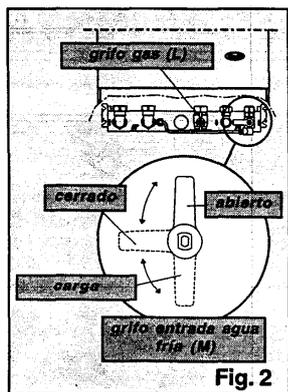

Fig. 2
- Abrir el grifo del gas (L) situado debajo de la caldera (fig. 2), girando el mando amarillo en sentido contrario a las agujas del reloj
- Colocar el selector de función (C) en invierno (B) o verano (D), según el tipo de funcionamiento elegido.
Para activar el funcionamiento es necesario que el grifo de entrada agua fría (M) (fig. 2) esté abierto, que el termostato ambiente (si está instalado) esté encendido y regulado a una temperatura superior a la del local donde está instalado para permitir a la caldera que se ponga en marcha.
**Indicador amarillo fijo (A) + Indicador rojo fijo (G):** falta de agua en la instalación con bloqueo de la caldera. Para reactivar el funcionamiento, colocar la palanca del grifo de entrada agua fría (M) en la posición de "carga" (fig. 2) hasta que ambos indicadores se hayan apagado.